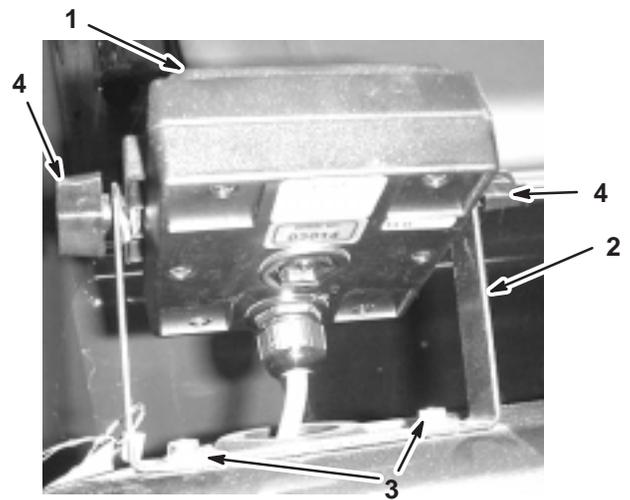

Figure 3
1. Fixez le support du moniteur au tableau de bord (Fig. 3) avec 2 boulons à collerette (1/4 x 3/4 pouce) et 2 écrous à collerette (1/4 pouce).
2. Posez les 2 vis de carrossier, les rondelles en caoutchouc et le bouton sans les serrer sur le support, comme illustré aux Figures 3 et 4.
5. Montez le moniteur Spray Pro sur les têtes des vis de carrossier (Fig. 3) et serrez les boutons pour le fixer en position.